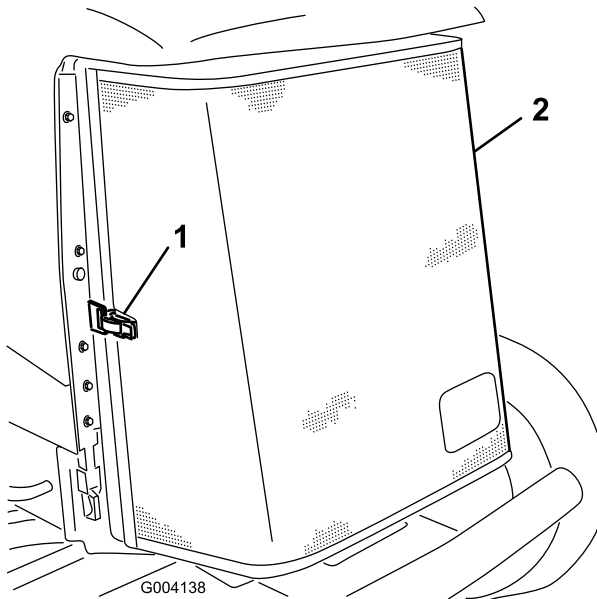

Bild 95
3. Entriegeln Sie den Riegel und drehen Sie das hintere Gitter auf (Bild 95).